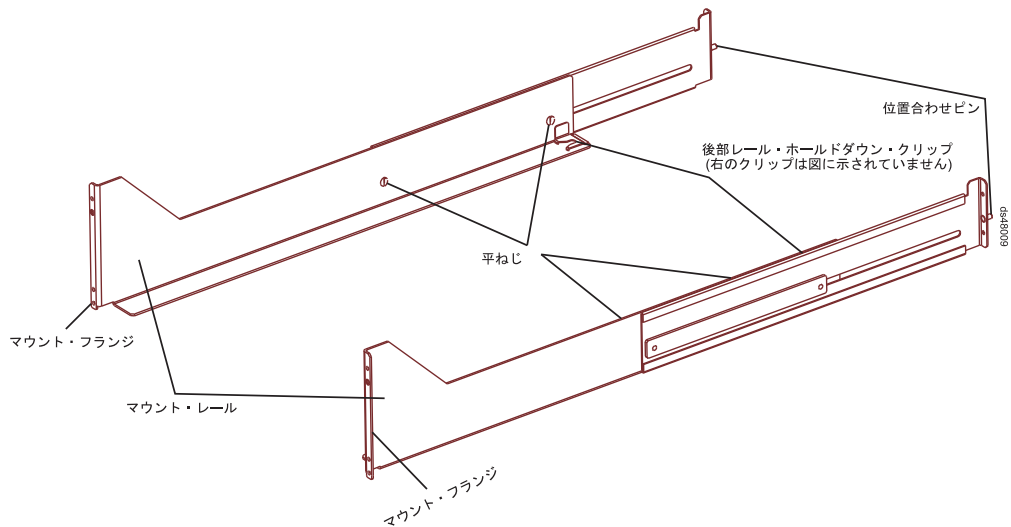

図 14. DS4800 サポート・レール・アセンブリ
42 ページの図 14 に、DS4800 のサポート・レール・アセンブリーを示します。
注: これらのステップを実行する際は、図 14 を参照してください。
6. 左のレールから始めて、中型のマイナス・ドライバーを使用して 2 個の平頭レール調節ねじを緩めます。42 ページの図 14 を参照してください。
重要: ストレージ・サブシステムをスライドさせてキャビネットに入れるときに、DS4800 ストレージ・サブシステムの後部が各レールの後部にあるホールドダウン・クリップで固定されていることを確認してください。M5 レールねじを緩く留めた状態では、サブシステムがホールドダウン・クリップにラッチで留まるようにレールに対してわずかな調整を行うことができます。ホールドダウン・クリップは、42 ページの図 14 に示されています。